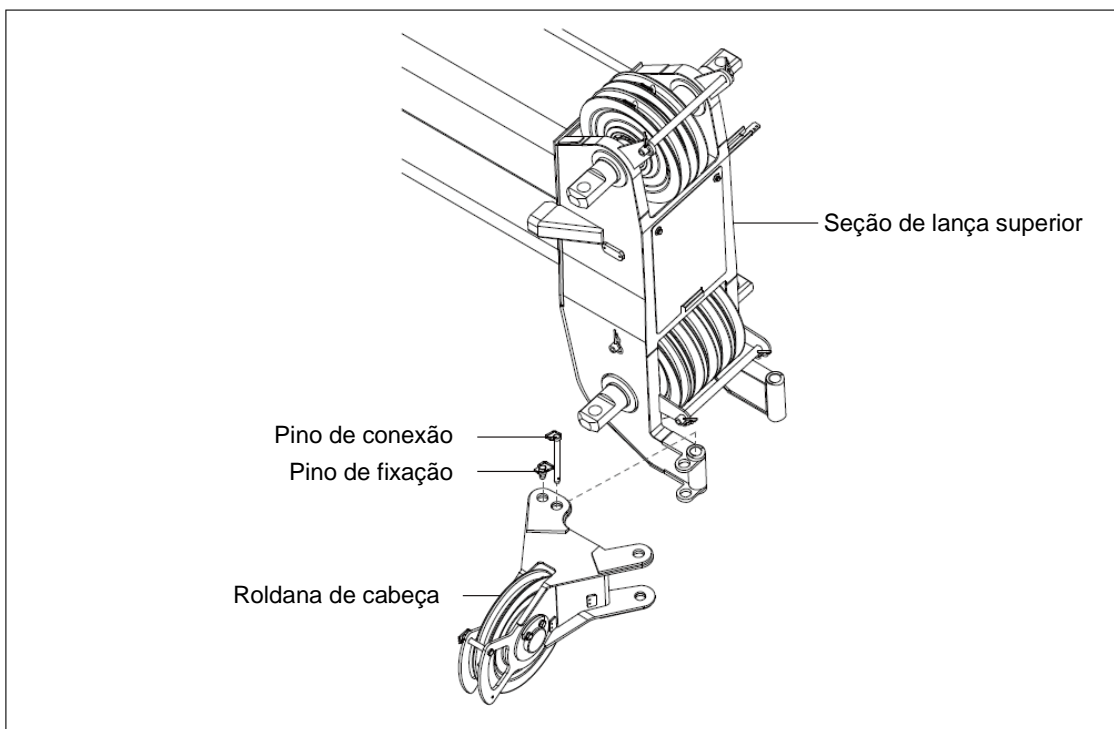

Figura 5-12 Conjunto da roldana de içamento auxiliar
- Remova o pino de fixação e mova o suporte até a frente da lança. Alinhe os pontos de conexão. Instale o pino de conexão. Consulte a figura 5-12.